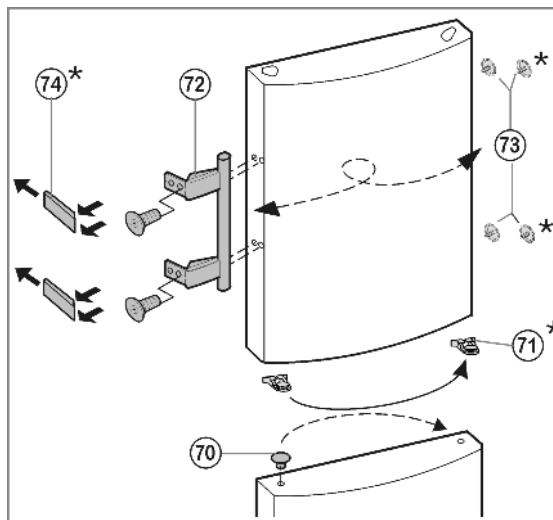

Fig. 10
- **Na spodních dveřích:** Zátky *Fig. 10 (70)* vyjměte z pouzdra ložisek dvířek a přemístěte je.
- **Na obou dveřích:** Madlo dveří *Fig. 10 (72)*, zátky *Fig. 10 (73)* a krycí destičky* *Fig. 10 (74)* odmontujte a přemontujte na protější stranu.